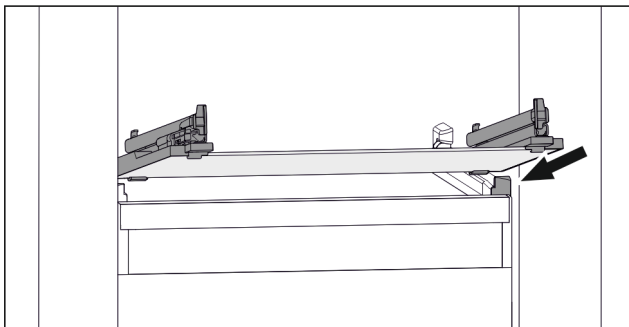

Fig. 111 Beispielhafte Darstellung der Glasplatte
- Glasplatte schräg hinter den Stopperrn aufsetzen. (zie Fig. 111)